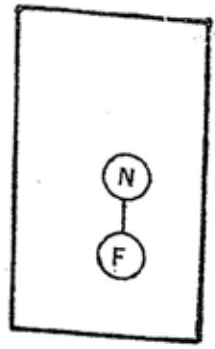
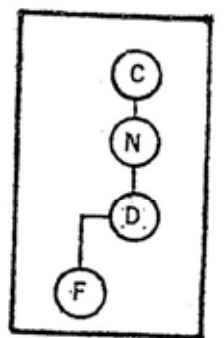

Рис. 2-3
Рис. 2-4
Рычаг включения переднего моста и понижающей передачи расположен в раздаточной коробке. Положения рычага включения переднего моста показаны на рис. 2-3. Положения рычага включения переднего моста и понижающей передачи показаны на рис. 2-4, положение «N» рычага прерывает связь между двигателем и системой трансмиссии, переместите рычаг в позицию «D», если передний мост или понижающая передача не используется.
12) Амперметр 12 (рис. 2-3).